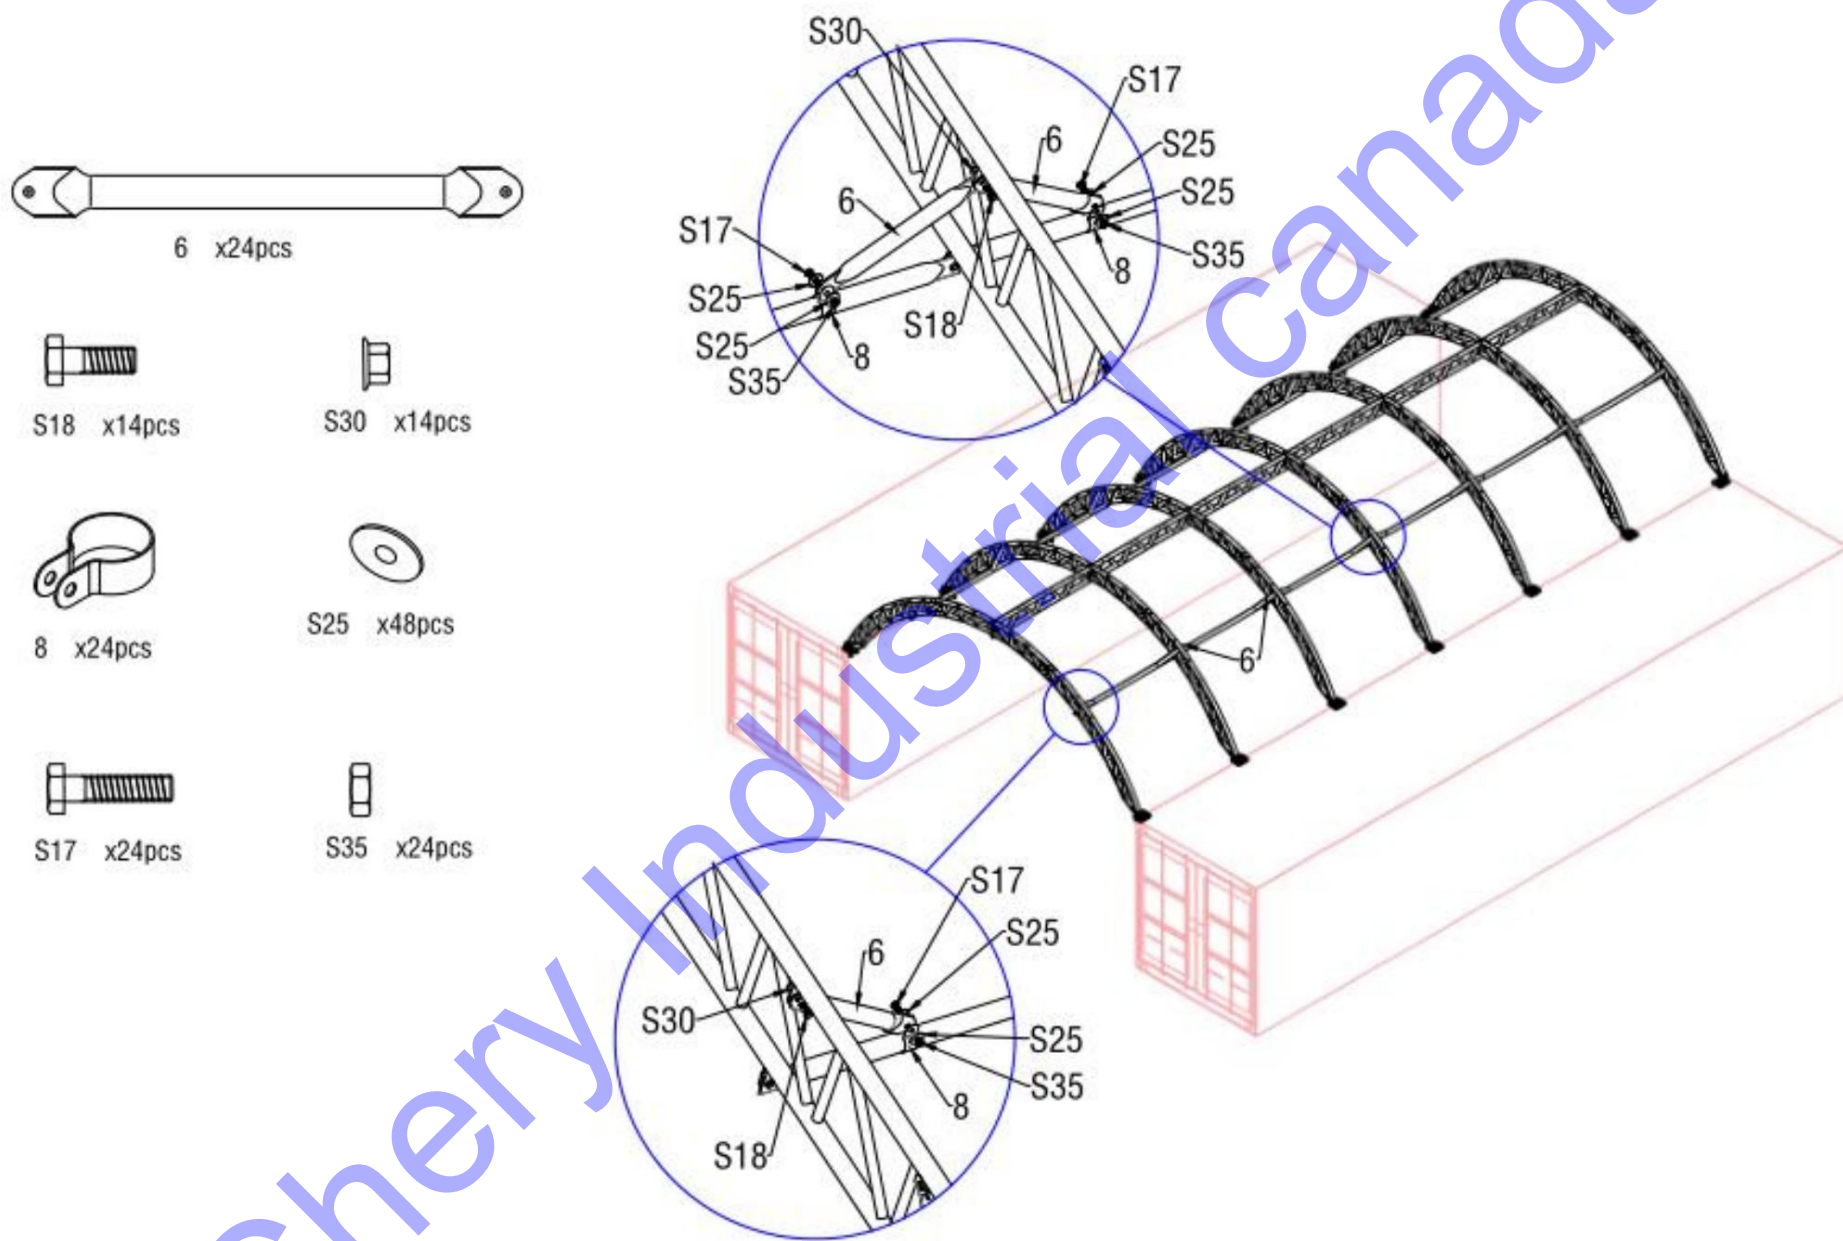

Figure 7
2.5. Connectez le tube de support diagonal pour panne (pièce n° 6) à l'arc et à la panne (pièce n° 5) à l'aide du boulon M10x30mm (pièce n° S18) et des clips (pièce n° 8) comme le montre la figure 7 ci-dessous.
2.6. Installez les tubes de support diagonaux sur les arches à l'aide des clips (pièce n° 8), comme illustré à la figure 7. Il y a au total deux groupes de tubes de support diagonaux, comme illustré.